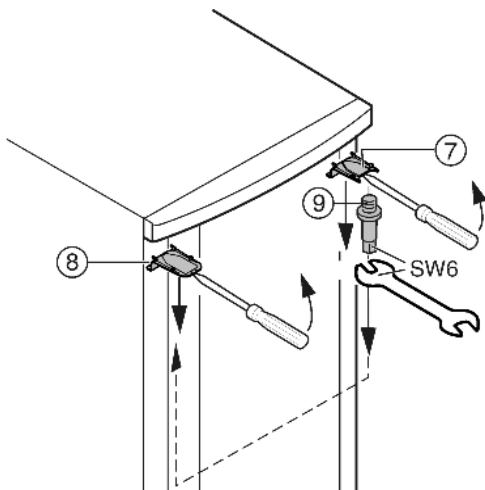

Fig. 7
- ▶ Liberare la copertura Fig. 7 (7) in alto e la copertura Fig. 7 (8) con un cacciavite anteriormente e rimuovere inclinando verso il basso.
- ▶ Svitare il perno di supporto Fig. 7 (9) e avvitare fermamente sul lato opposto **a 4 Nm**.
- ▶ Montare di nuovo la copertura Fig. 7 (7) sul lato del perno di supporto: inserire dietro, inserire a scatto sul lato anteriore.
- ▶ Montare la copertura Fig. 7 (8) sul lato opposto: inserire dietro, inserire a scatto sul lato anteriore.
- ▶ Agganciare la porta in alto nei perni di supporto Fig. 7 (9).